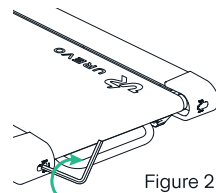

Figure 2
- Si la courroie de marche s'est décalée vers la droite, utilisez la clé hexagonale pour tourner la vis du rouleau tendeur droit de $1/4$ de tour dans le sens horaire (voir figure 2).